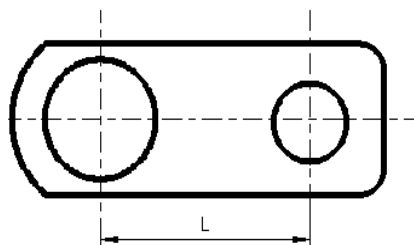

图 2
3、请说明用游标卡尺测量图 2 所示孔间距 L 的方案。如果有多种测量方案，只选择一种作答。要求：